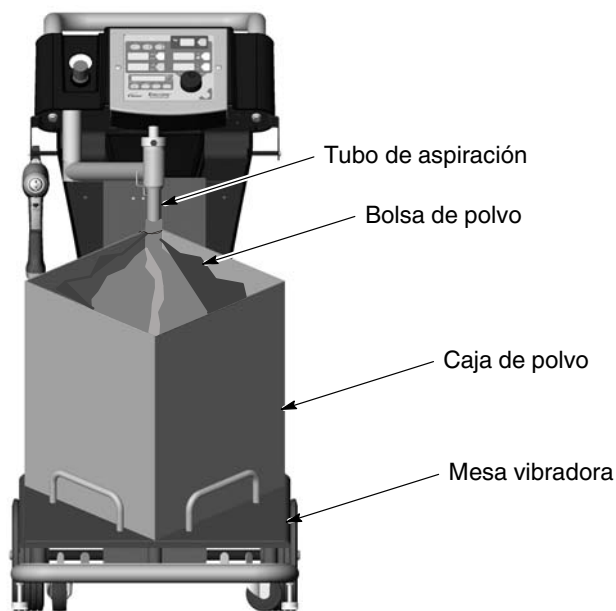

Figura 4-2 Puesta en marcha de la caja de polvo
2. Ver la figura 4-2. Colocar una caja de polvo en la mesa vibratoria.